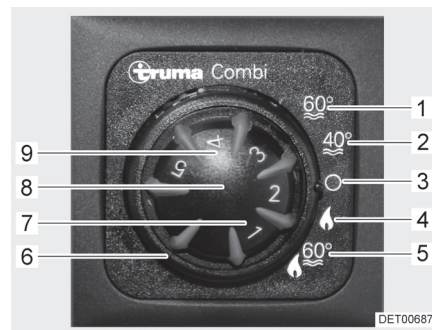

Fig. 59 Unidad de mando
- Ajustar el modo de funcionamiento con el interruptor giratorio (Fig. 59,6).
En el modo de invierno "calefacción y preparación de agua caliente" (Fig. 59,5), al conectar la calefacción, automáticamente también se calentará el agua sanitaria. Cuando la calefacción se desconecta al alcanzar la temperatura ambiente deseada, se continuará calentando el agua sanitaria hasta alcanzar la temperatura del agua.
En el modo de funcionamiento "sólo calefacción" (Fig. 59,4), la calefacción puede funcionar estando el depósito de agua sanitaria vacío.
- Girar el botón giratorio de temperatura (Fig. 59,8) de la unidad de mando al nivel deseado.
- Ajustar el interruptor giratorio (Fig. 59,6) en modo de invierno "sólo calefacción" (Fig. 59,4) o en modo de invierno "calefacción y preparación de agua caliente" (Fig. 59,5).
La luz de control verde (Fig. 59,7) estará iluminada.
- Ajustar el interruptor giratorio (Fig. 59,6) en "O" (Fig. 59,3).
- En la unidad de mando (Fig. 59) poner el interruptor giratorio (Fig. 59,6) en "modo de verano" (Fig. 59,1 ó 2).
La luz de control amarilla (Fig. 59,9) está iluminada durante la fase de calentamiento. Al alcanzar la temperatura del agua finaliza la fase de calentamiento y se apaga la luz de control amarilla.
En caso de avería, la luz de control (Fig. 59,9) en la unidad de mando se iluminará de color rojo (véase apartado 14.5).
- En la unidad de mando (Fig. 59) poner el interruptor giratorio (Fig. 59,6) en "O".